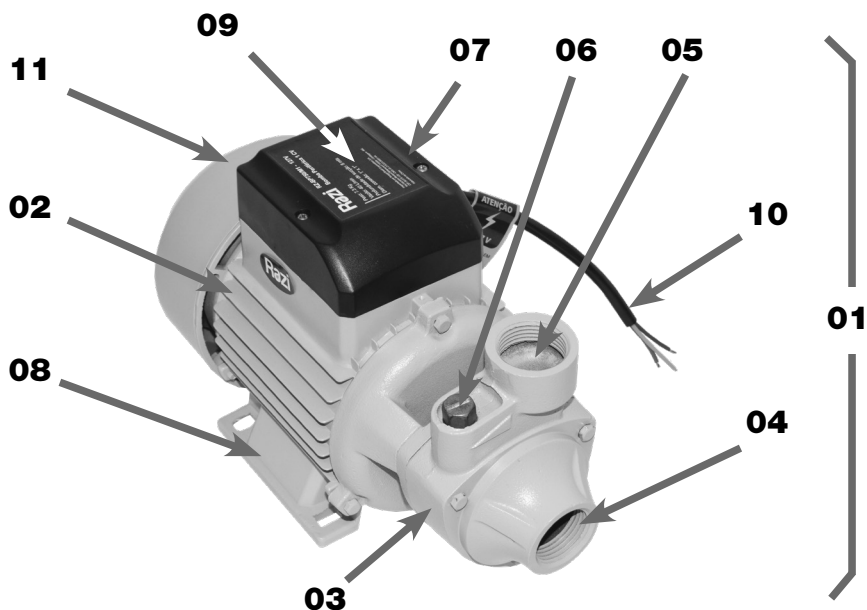

FIGURA 02 – Motor e Corpo da Bomba Periférica
VERIFICAR se a tensão (Volts) da **Bomba Periférica** é compatível com a rede elétrica. Esta informação pode ser obtida tanto na Etiqueta fixada no Cabo Elétrico (10), como na Plaqueta de Identificação (09) (figura 02) fixada na Caixa de Terminais (07);
OBSERVAR a Plaqueta de Identificação (09) fixada na Caixa de Terminais (07). É muito importante que o operador esteja familiarizado com as informações (figura 02);
NÃO OBSTRUIR as aberturas de ventilação da Tampa Traseira do Motor (11) (figura 02), pois isso pode causar sobreaquecimento do Motor (02);
A **Bomba Periférica** (01) é composta basicamente pelo Motor Elétrico (02) e o Corpo da Bomba (03), que realiza a sucção da água de um local inferior pela Conexão de Sucção (04) e transfere a água para um local superior por meio da Conexão de Recalque (05) (figura 02).
Na parte superior do Motor (02) está posicionada a Caixa de Terminais (07), que armazena os componentes elétricos. Já em sua parte inferior encontra-se a Base de Fixação (08) (Figura 02).